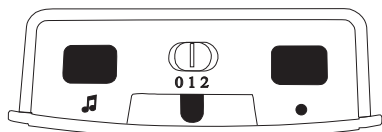

Figure 2 : Face supérieure
À l'aide de l'interrupteur coulissant de sélection du signal (fig. 2 « 0 1 2 »), vous pouvez choisir le type de signalisation. Veuillez noter que les symboles sont toujours éclairés par des diodes électroluminescentes de couleur.
- Appuyez longuement sur la touche »•« (fig. 2). Les symboles s'allument les uns après les autres. Relâchez la touche dès que le symbole souhaité s'allume.
- c) Appuyez pendant 2 secondes sur le bouton de sélection de la mélodie «» (fig. 2). Relâchez le bouton et réappuyez sur le bouton de sélection de la mélodie aussi souvent jusqu'à ce que vous ayez trouvé la séquence de son que vous souhaitez (16 séquences de sons au choix).